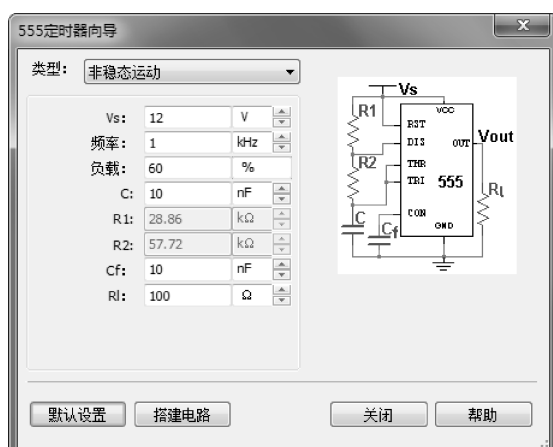
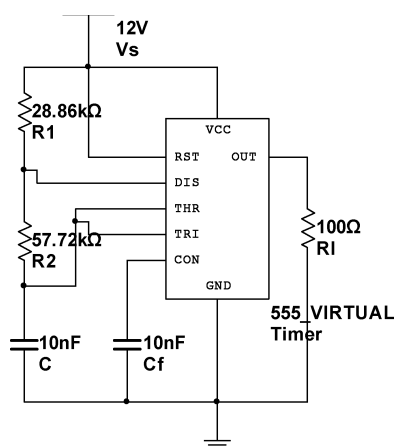

图 9-67 参数设置对话框
图 9-68 放置电路
3) 选择菜单栏中的“工具”→“电路向导”→“555 定时器向导”命令，弹出图 9-67 所示的电路参数设置对话框，选择默认设置，单击“搭建电路”命令，添加的原理图如图 9-68 所示。